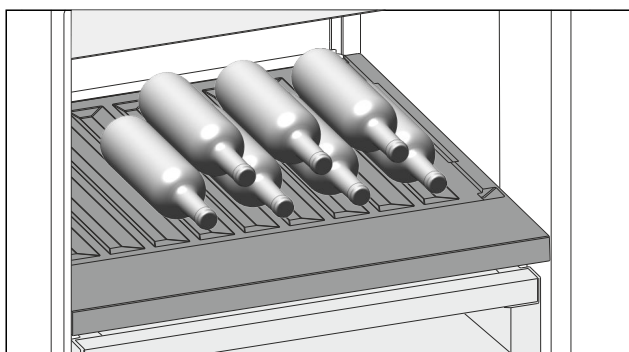

Fig. 157
- Láhve ukládejte dnem dozadu k zadní stěně. (viz Fig. 157)